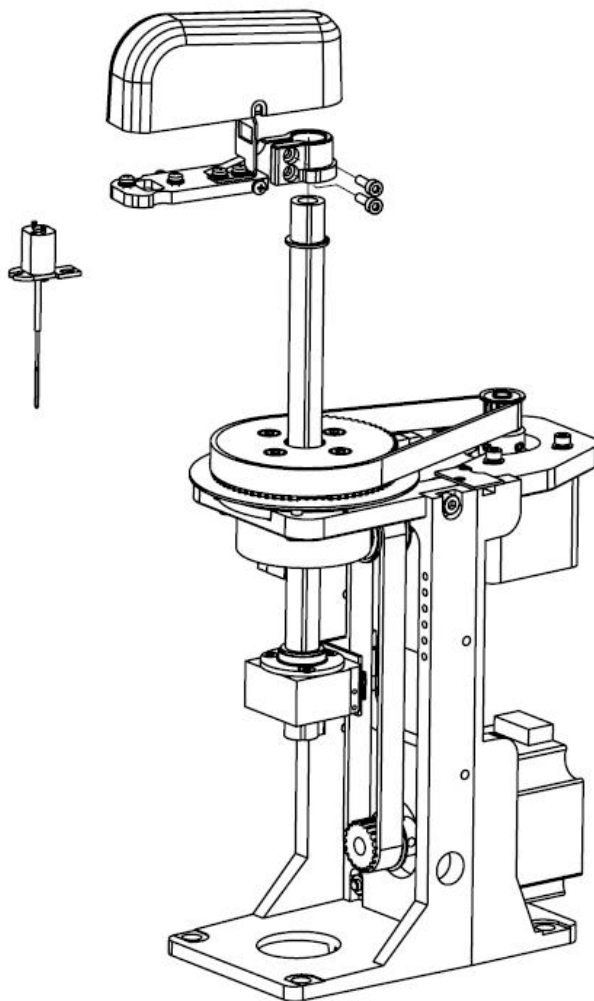

图 6-20 搅拌机构拆装
1. 搅拌单元主要结构，如图 6-20 所示。
4. 搅拌臂由搅拌棒组件、搅拌臂罩等组成，由搅拌臂托架支撑、连接。如图 6-20 所示。